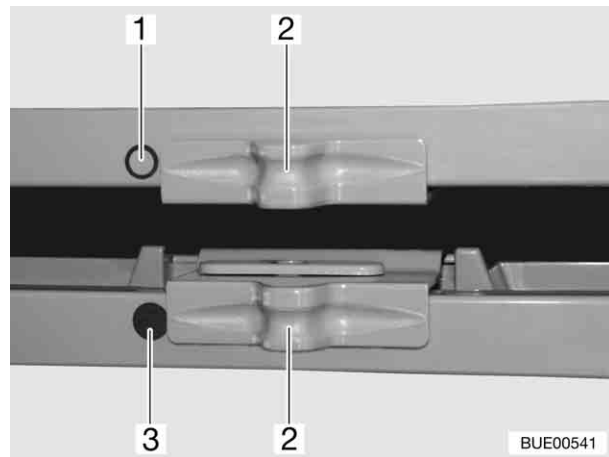

Fig. 139 Dispositif de verrouillage de la porte du réfrigérateur/du compartiment congélation (RM 7655)
- Pousser le verrouillage (Fig. 139,2) de côté de telle sorte que l'anneau "○" (Fig. 139,1) soit visible.
- Pousser le verrouillage (Fig. 139,2) de côté de telle sorte que le point "●" (Fig. 139,3) soit entièrement visible.